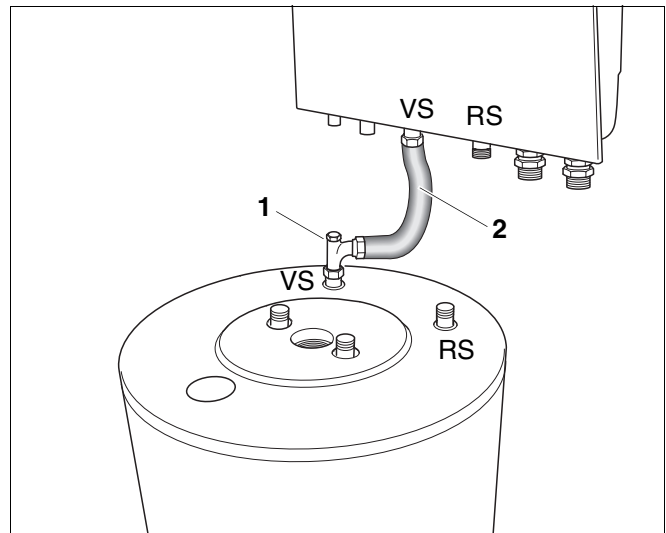

Abb. 17 Welschlauch an Speicherrücklauf montieren
- In die Winkelverschraubung (Abb. 17, **Pos. 1**) die Dichtung einlegen.
- Winkelverschraubung (Abb. 17, **Pos. 1**) am Vorlauf des Speicher-Wassererwärmers schrauben und ausrichten (ca. 45° nach rechts, siehe Abb. 17).
- Welschlauch (Abb. 17, **Pos. 2**) mit den Überwurfmuttern und eingelegten Dichtungen zwischen die Winkelverschraubung des Vorlaufs am Speicher-Wassererwärmer und am Vorlauf des Heizkessels schrauben.